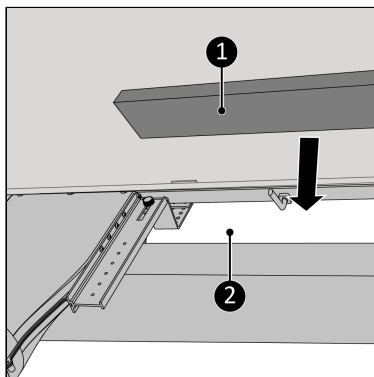

Figura 102.
15. Umpleți spațiile deschise (Figura 102, nt. 2) cu spuma izolatoare livrată (Figura 102, nt. 1), tăiați spuma dacă este necesar*.